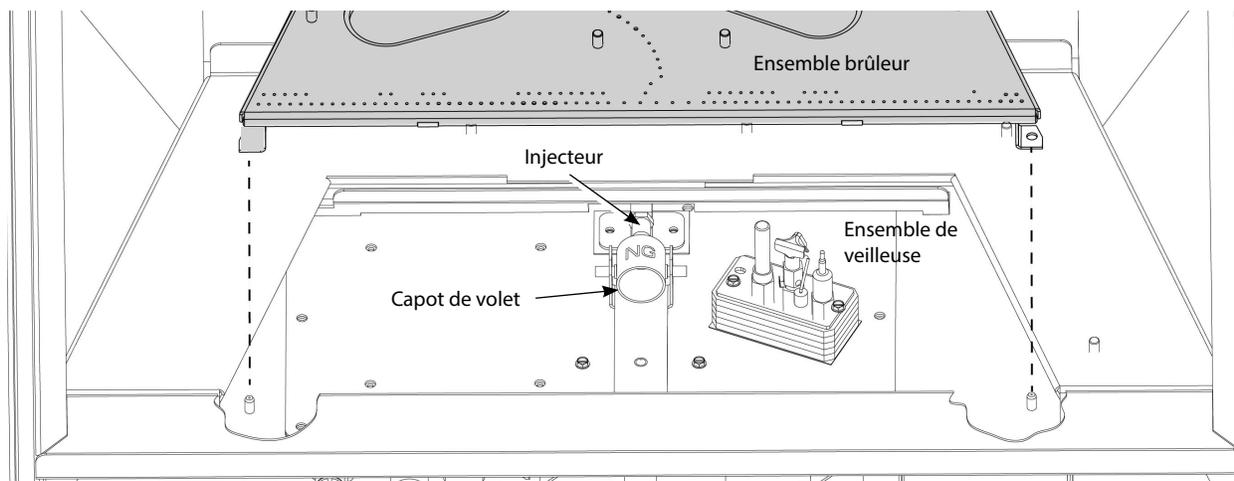

Figure 7.4. Retrait du brûleur et de l'injecteur.
3. RETIRER LE BRÛLEUR - Fig. 7.4 Dégagez le brûleur de l'injecteur en saisissant les deux grandes ouvertures et en inclinant l'avant vers le haut à partir du sol tout en tirant l'ensemble vers l'avant. Retirez-le de la boîte à feu et mettez-le de côté.
4. REMPLACER L'INJECTEUR DU BRÛLEUR : Avec une clé à fourche ou douille de puits profond de 1/2 po ou 13 mm, retirez l'injecteur du brûleur d'origine du raccord en laiton à l'arrière de la boîte à feu. Voir la figure 7.4. Installez l'injecteur de la trousse de conversion et serrez-le fermement.